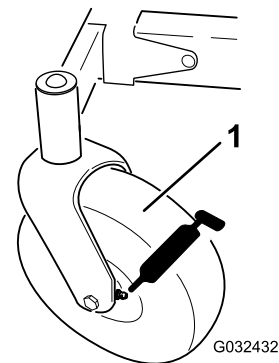

Bild 35
3. Reinigen Sie die Schmiernippel (Bild 35) mit einem Lappen.
4. Setzen Sie die Fettpresse nacheinander an allen Nippeln an (Bild 35).